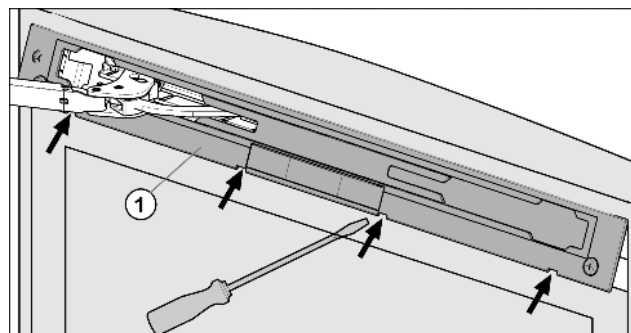

Fig. 4
- ▶ Afdekplaat Fig. 4 (1) met gleufschroevendraaier uitklikken en verwijderen.